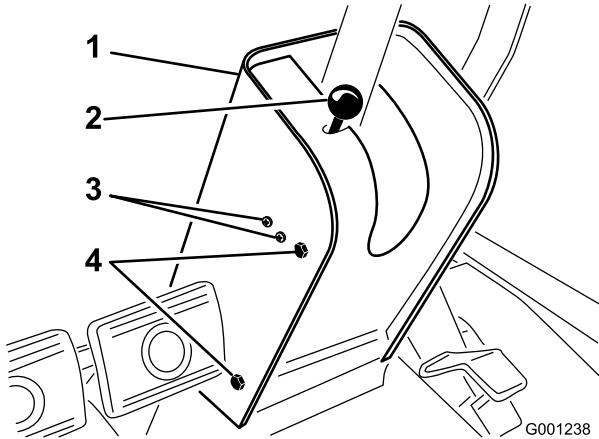

図 60
- 駐車ブレーキ・ロッドのノブを外し、次にハンドルタワーのカバーを止めているネジを外す（図 60）。
- 駐車ブレーキ・スイッチを固定しているネジをゆるめる（図 60）。